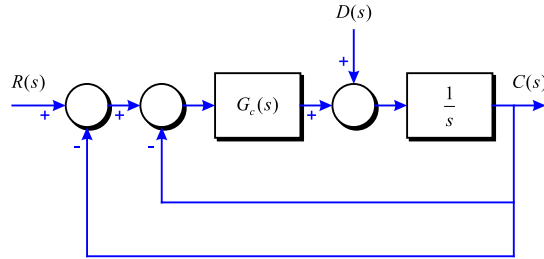

Figura 3-35
**Problema 91** El sistema de control de profunditat d'un submergible és el donat a la Figura 3-35.